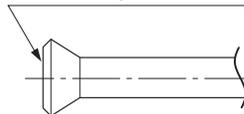

Fig. 1
- Quando si collega la tubazione al condizionatore d'aria, assicurarsi di usare una chiave inglese e una chiave torsiometrica come mostrato nella Fig. 1.